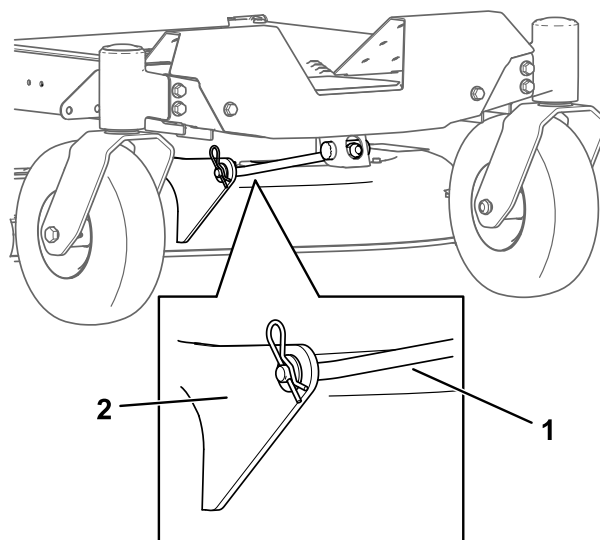

Figura 72
5. Remova o perno de gancho da barra de suporte da frente e remova a barra do suporte da plataforma (Figura 72).
8. Coloque a barra de suporte frontal na plataforma do cortador com o pino de segurança e perno de gancho (Figura 72).